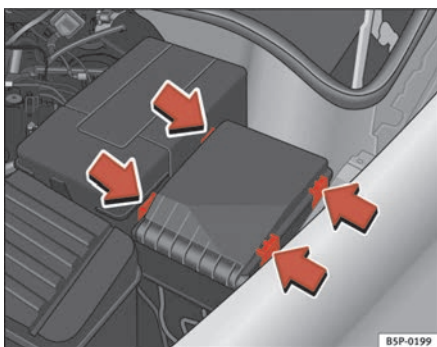

Abb. 157 Sicherungsdeckel im Motorraum
- Haken Sie den Sicherungsdeckel im Motorraum an den Laschen aus, indem Sie die Laschen zur Deckelmitte drücken ⇒ Abb. 157.